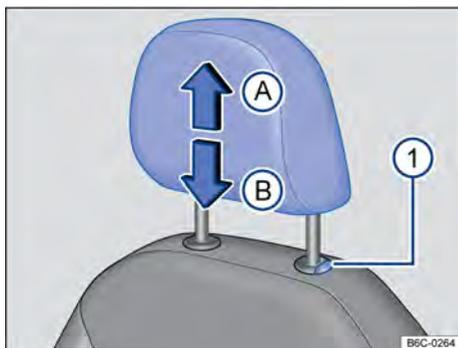

Fig. 69 Apoio para cabeça: ajustar, desinstalar e instalar.
- Deslocar o apoio para cabeça para cima (A) ou para baixo (B) na direção da seta com o botão → Fig. 69 ① pressionado → ▲ em *Introdução ao tema* na página 86.
- Retirar o apoio para cabeça com o botão → Fig. 69 ① pressionado na direção da seta (A).
- Empurrar o apoio para cabeça totalmente para baixo na direção da seta (B) com o botão → Fig. 69 ① pressionado.
- Empurrar o apoio para cabeça para baixo com o botão na direção da seta (B) → Fig. 69 ① pressionado.